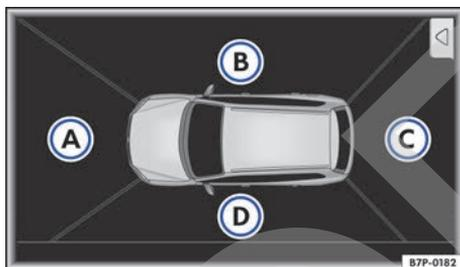

Fig. 180 Visualización del sistema de visión periférica: perspectiva aérea.
- **Conexión automática de la visualización:** Pulse la tecla → fig. 178. En la pantalla del sistema de infotainment se muestra la perspectiva aérea → fig. 180. Si se pulsa la tecla circulando a más de 15 km/h (9 mph) no se mostrará la imagen.
Se puede escoger entre cuatro vistas diferentes fig. 180:
Activando la visualización de las imágenes de todas las cámaras se genera la perspectiva aérea \square \rightarrow fig. 180. La perspectiva aérea se puede seleccionar pulsando sobre el *vehículo* dentro de la zona \rightarrow fig. 177 \square .
Pulsando sobre las distintas áreas \rightarrow fig. 180 \square a \square de la perspectiva aérea o de la perspectiva aérea reducida \rightarrow fig. 177 \square , se puede seleccionar la visualización de la imagen de la cámara correspondiente.
Combinando las imágenes de todas las cámaras se genera la perspectiva aérea \square \rightarrow fig. 180. La perspectiva aérea se puede seleccionar pulsando sobre el *vehículo* dentro del área.
Pulsando sobre las distintas áreas \rightarrow fig. 180 \square a \square de la perspectiva aérea o de la perspectiva aérea reducida, se puede seleccionar la visualización de la imagen de la cámara correspondiente.